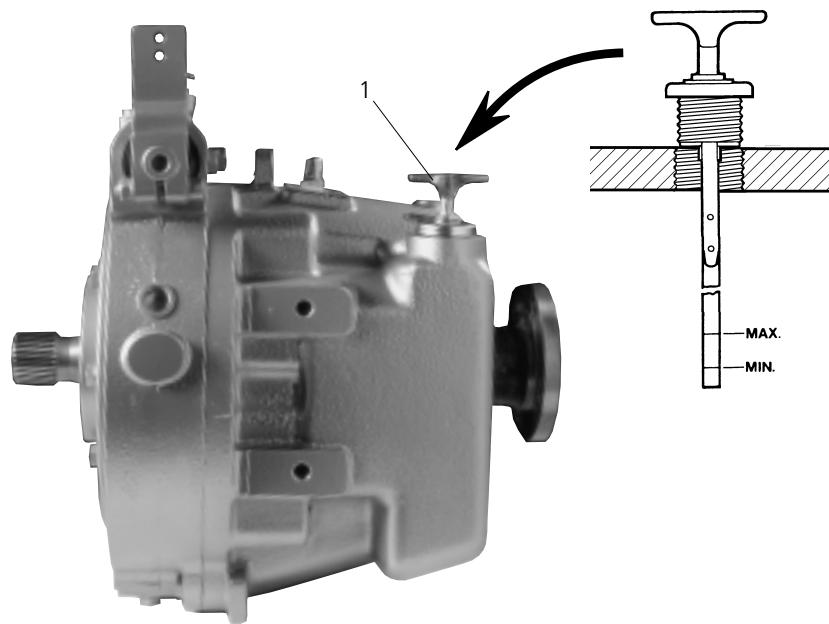

Fig. V-1
**1.1** Loosen fluid dipstick (fig. V-1, item 1) by turning the grip counterclockwise.
**1.1 Allentare l'astina dell'olio (fig. V-1, pos. 1) ruotandola manualmente in senso antiorario ed estrarla.**
**1.1** Desserrer la jauge (fig. V-1, repère 1) en tournant la poignée dans le sens inverse des aiguilles d'une montre.
**1.1** Den Griff des Ölmeßstabes (Bild V-1) entgegen dem Uhrzeigersinn drehen und aus dem Gehäuse ziehen.
The fluid level on the dipstick (fig. V-1) should be between the min. and max. marks.
*Il livello del fluido deve essere compreso tra i segni di max e min presenti nell'astina (fig. V-1). Ripetere l'operazione dopo un breve periodo di funzionamento.*
**1.6 Arrêter le moteur et vérifier à nouveau le niveau d'huile. Si nécessaire, compléter le niveau d'huile jusqu'à la marque sur la jauge. Le niveau d'huile sur la jauge (fig. V-1) devra se situer entre les marques mini et maxi. Le niveau d'huile devra être vérifié à nouveau après une courte période de fonctionnement.**
**1.6 Motor abstellen und erneut den Ölstand überprüfen. Falls notwendig, Öl nachfüllen. Der richtige Ölstand ist erreicht, wenn das Öl am Ölmeßstab (Bild V-1) zwischen der Min.- und Max.-Markierung sichtbar ist.**